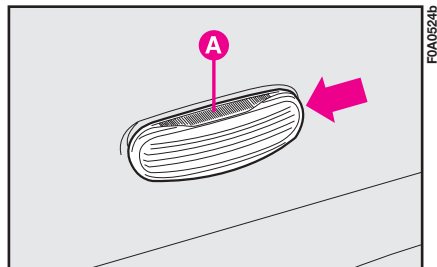

fig. 24
1) Agire sul trasparente **A-fig. 24** nel senso indicato dalla freccia in modo da comprimere la molla interna di ritegno ed estrarre il gruppo.